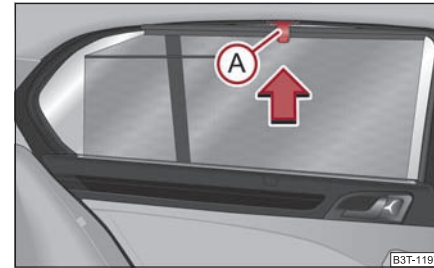

Abb. 72 Hintere Tür: Sonnenschutzrollo
- Ziehen Sie das Sonnenschutzrollo am Griff (A) ⇒ Abb. 72 heraus und hängen Sie es in den Halter an der Türoberkante ein.